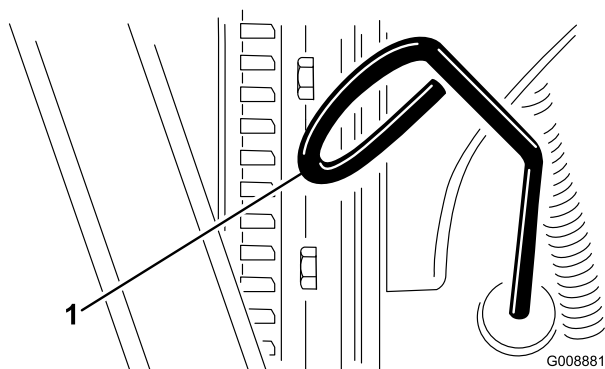

Figura 20
2. Retire a vareta (Figura 20) e limpe-a com um pano limpo .